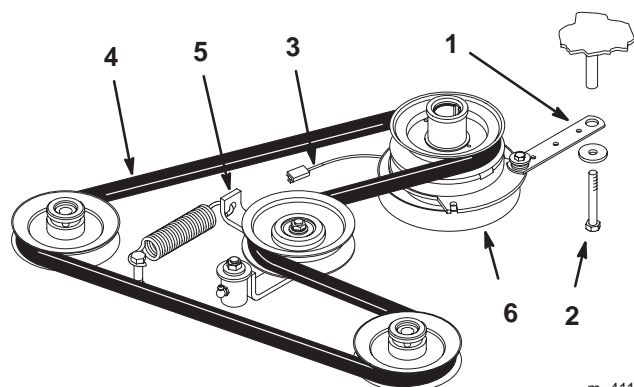

Figure 60
2. Retirez le boulon de la barrette de l'embrayage et débranchez le fil de l'embrayage électrique (Fig. 60).
- Écartez la poulie rappelée par ressort. Déposez la courroie de transmission des poulies du moteur et de la pompe hydraulique (Fig. 60).
- Installez la courroie neuve sur les poulies du moteur et de la pompe hydraulique (Fig. 60).
- Écartez la poulie rappelée par ressort, alignez la courroie, puis relâchez-la (Fig. 60).